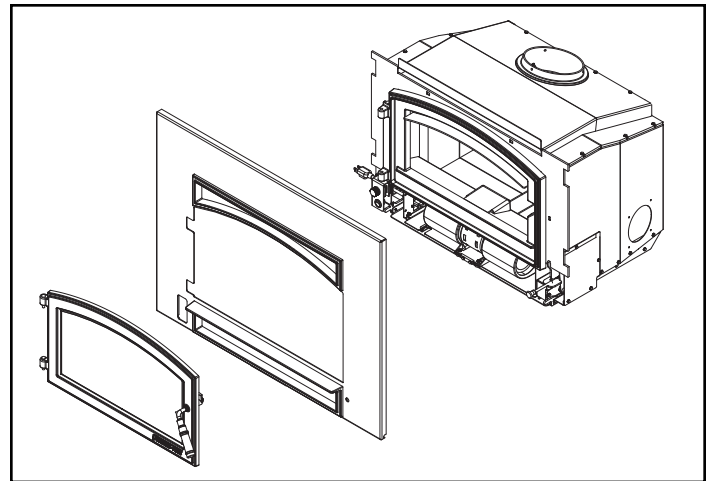

Figure 20.2
2. Retirez la porte de l'avant de l'appareil et mettez-la de côté en la posant sur une surface protectrice (**Figure 20.2**).
3. Retirez la façade de l'avant de l'appareil et mettez-la de côté en la posant sur une surface protectrice (**Figure 20.2**).
8. Réinstallez la façade à l'avant de l'appareil (**Figure 20.2** à la page 20).
9. Réinstallez la porte sur la façade de l'appareil (**Figure 20.2** à la page 20).